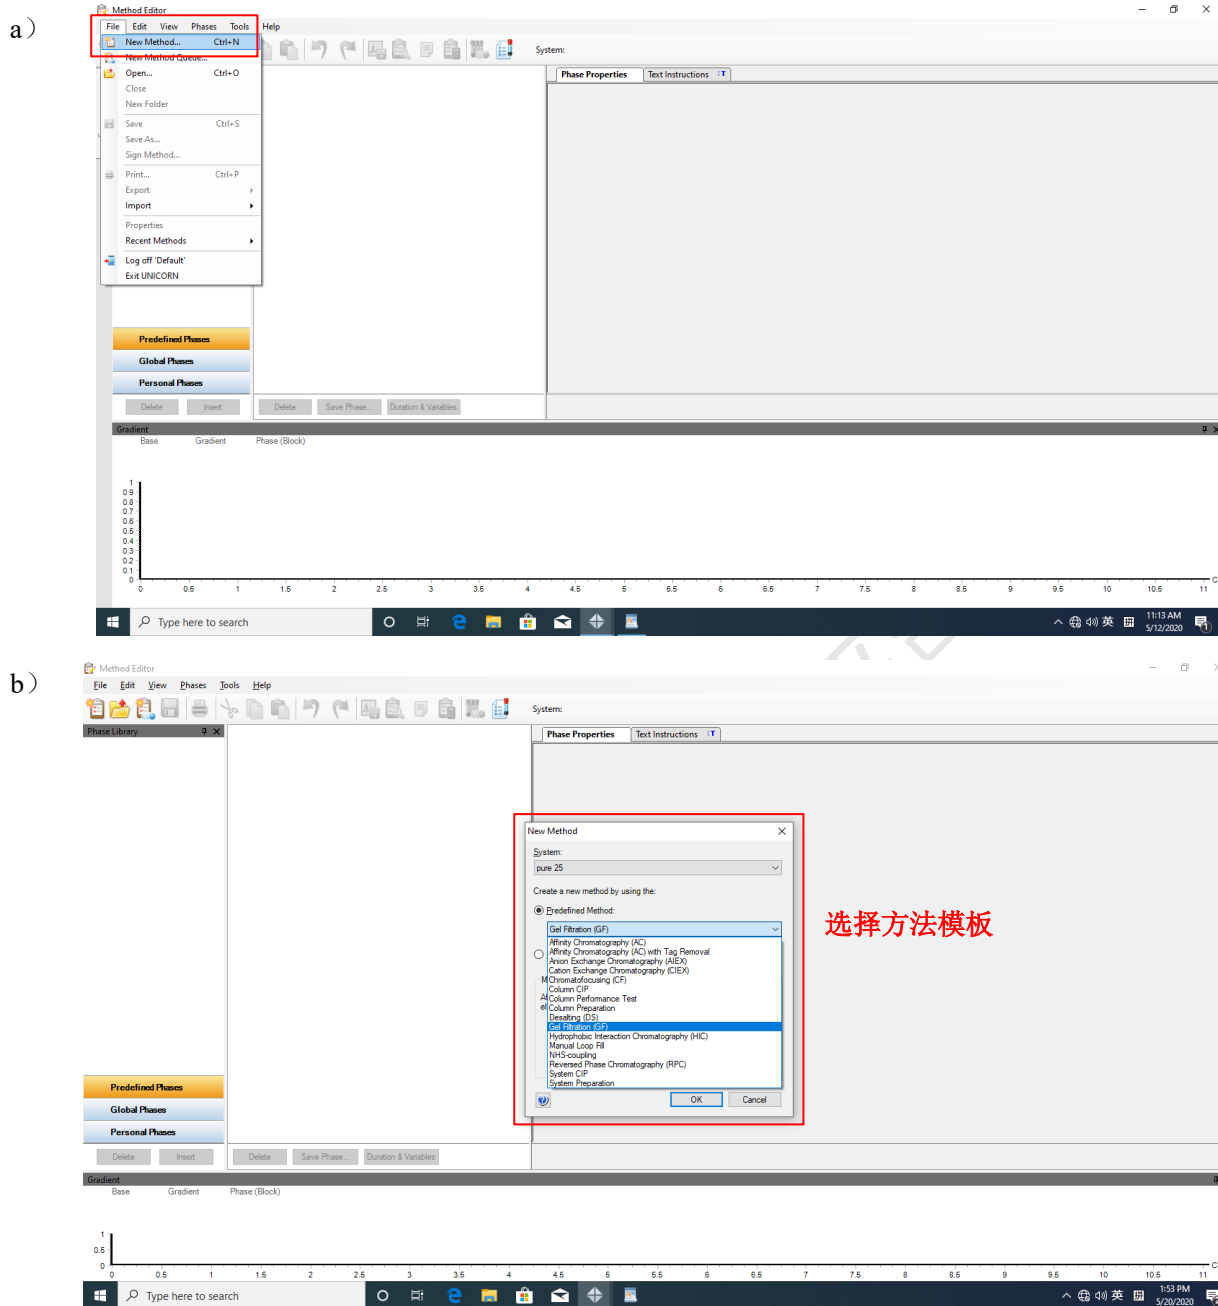

图6.1 新建方法
如图6.1 (a)，点击File→New Method，弹出如图6.1 (b) 所示界面，在Predefined Method下拉框中选择层析实验的类型，如凝胶过滤层析选择Gel Filtration (GF)，点击OK。然后按照6.6.3步骤进行方法编辑。